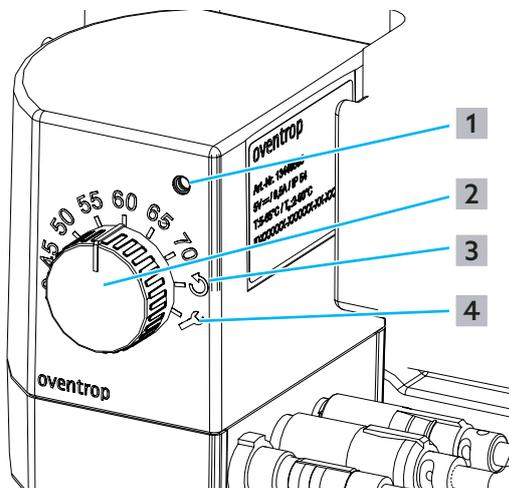

Abb. 20: Statusmeldungen und Fehlermeldungen am Stellantrieb
Wenn der Drehknopf für länger als 5 Sekunden auf den Index für Fehler-Reset ((3) in Abb. 20 auf Seite 23) gestellt wird, dann wird der angezeigte Fehler zurückgesetzt und eine Kalibrierungsfahrt gestartet. Solange der Drehknopf auf den Index für Fehler-Reset ((3) in Abb. 20 auf Seite 23) gestellt ist, wird immer wieder eine Kalibrierungsfahrt des Stellantriebs gestartet, bei der der Schließpunkt des Regelventils erfasst wird.
- ▶ Stellen Sie den Drehknopf für länger als 5 Sekunden auf den Index für Fehler-Reset ((3) in Abb. 20 auf Seite 23), um einen Fehler zurückzusetzen.